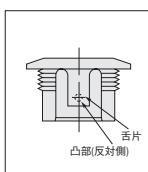

図2
5. 圧力計自体をパネルマウントケースより取りはずす場合は、取付リングをはずしてから、パネルマウントケース下部に設けられている舌片を指先でめくり上げ、圧力計を押しますと簡単に取りはずせます。舌片をめくらずに無理に圧力計を取りはずそうとしますと、舌片の内側にある脱落防止用の凸部が損傷する可能性がありますので注意してください。(図2参照)